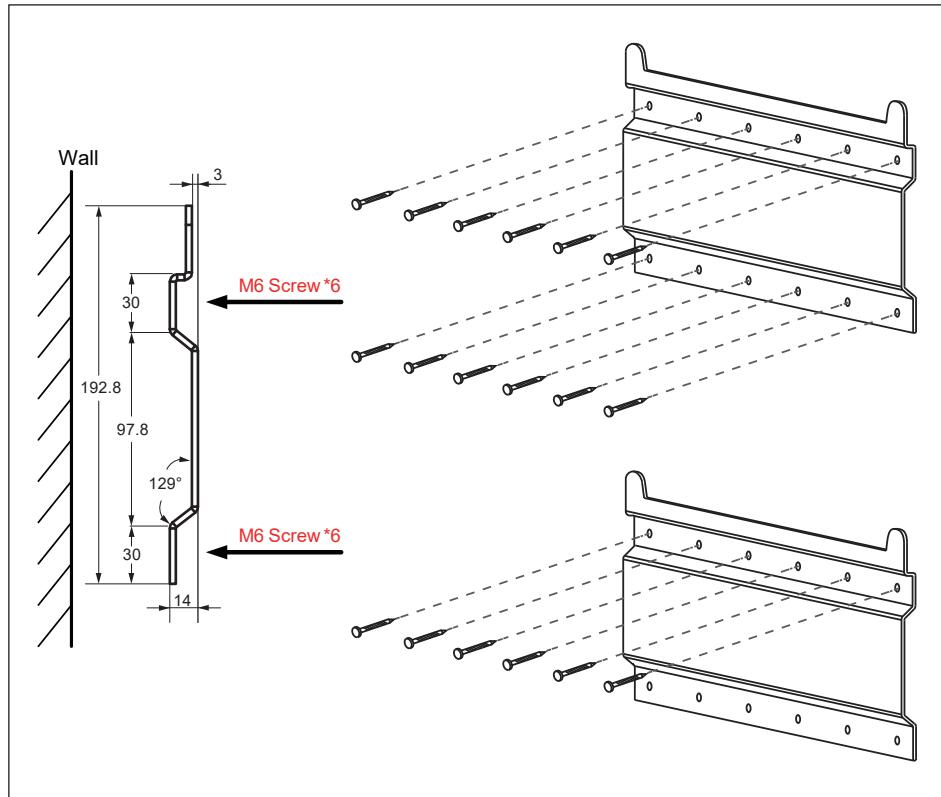

图3-3：以螺丝固定壁挂板
1. 使用12颗M6螺丝将壁挂板锁附于墙上。请参考图3-3。